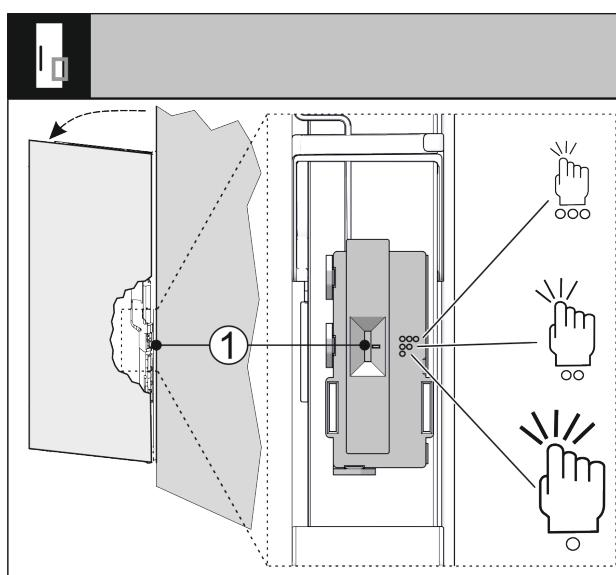

Fig. 32
Citlivosť snímača klopania môžete nastaviť pomocou spínača Fig. 32 (1). Spínač je na strane závesu v spodnej tretine dverí.
- Posuňte spínač Fig. 32 (1) do požadovanej polohy spínača.